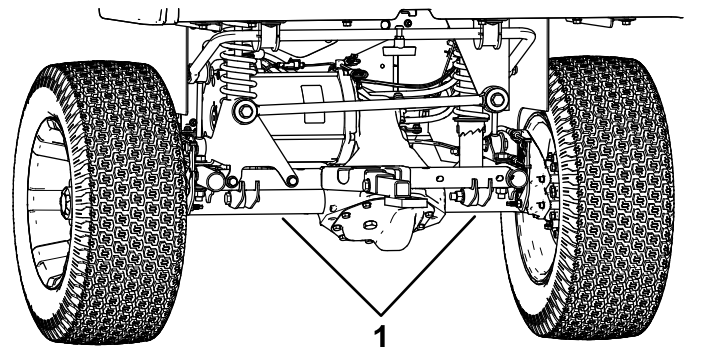

Figura 30
- El punto de elevación de la parte trasera de la máquina se encuentra debajo de los tubos del eje (Figura 30).